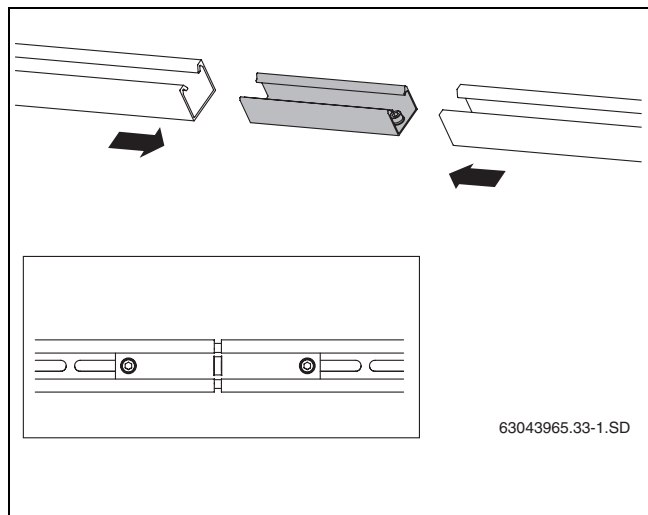

Fig. 27 Îmbinarea șinelor profilate
- ▶ Împingeți conectorul (Fig. 27, [1]) în ambele șine profilate până se oprește (Fig. 27, [2]).
- ▶ Pentru blocare, strângeți ambele știfturi filetate M10 premontate (Fig. 27, [3]) din conector folosind cheia cu deschidere de 5.